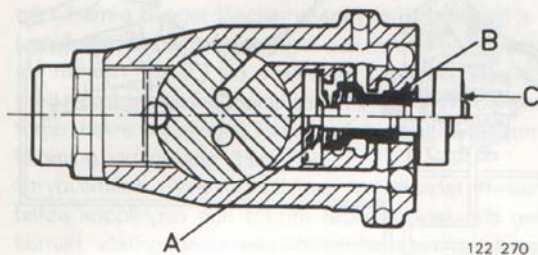

Bild 13. Regulator
variabla tryck, regulatortrycket, ledes till växlingsventilerna 1:an–2:an och 2:an–3:an i kontrollsystemet och används för att åstadkomma upp- och nedväxlingar. Regulatorns rotation får regulatorvikten (C bild 13) och ventilen (B) att ge en centrifugalkraft, som strävar att öppna ventilen. Detta motverkas av att regulatortrycket verkar även på en mindre del av regulatorventilen och håller denna i ett visst jämviktsläge. På grund härav stiger regulatortrycket i proportion till centrifugalkraften som erhålls genom ökningen av varvtalet på utgående axeln.